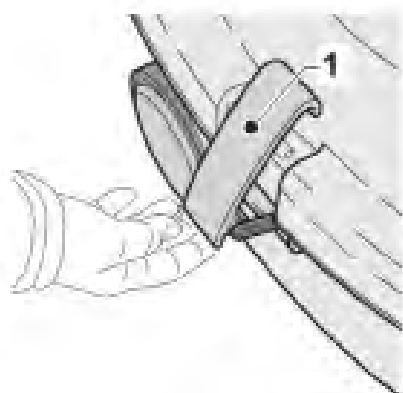
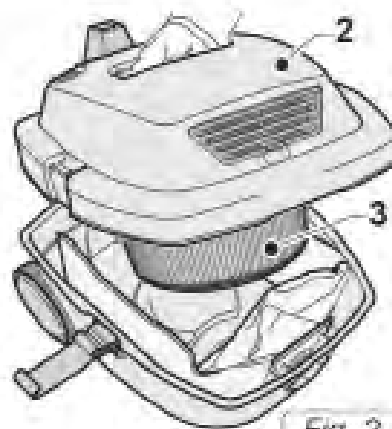

Fig. 1
Fig. 2
2. Libérez les deux verrous (1 fig.1) et retirez la partie supérieure (2 + 3 fig.2).
2. Libérez les verrous du morpion (1 fig.1) et retirez la partie supérieure (2 + 3 fig.2).